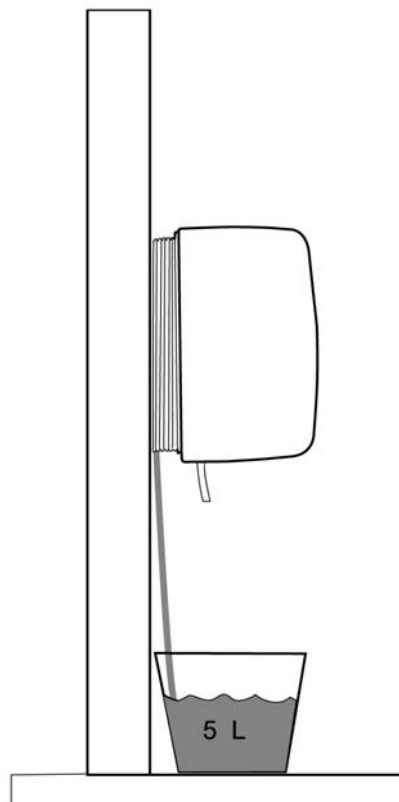

Fig. 23
- enlevez le bouchon en prenant soin de bien positionner avant, un grand récipient (d'au moins 5 litres) pour recueillir l'eau (voir fig. 23).